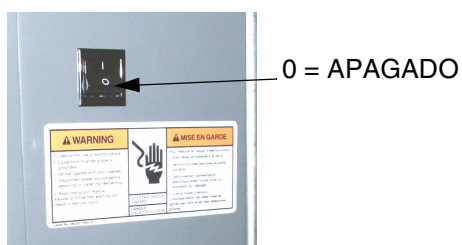

FIG. 16
4. Apague el ProMix™ Auto (posición 0). FIG. 16.